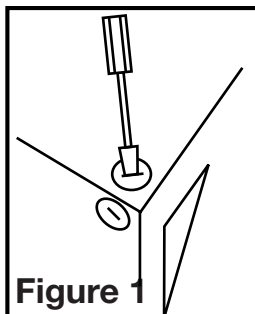

Figure 1
- Choisir un emplacement pour votre ventilateur. Pour assurer la meilleure performance du débit d'air et sonore, il est recommandé que la longueur des conduits et que le nombre de coudes soient gardés au minimum et que des conduits rigides isolés soient utilisés. Ce ventilateur nécessitera au moins 20,3cm (8po) de dégagement dans le plafond ou le mur, et s'installe au travers de cloison sèche d'une épaisseur de jusqu'à 1,9cm (3/4po). Le ventilateur s'installe entre 40,6cm ou 61cm (16po ou 24po) au centre des solives à l'aide des quatre (4).
- Sélectionnez le knock-out électrique le plus pratique et retirez à l'aide d'un tournevis à lame droite et installez un connecteur électrique approuvé (Figure 1).